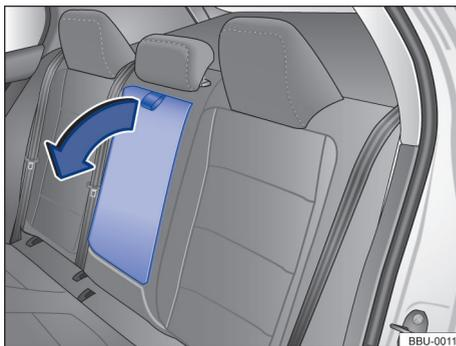

Fig. 87 Descansa-braço central traseiro rebatível.
- Para *baixar* o descanso-braço, puxe a alça no sentido da seta → Fig. 87.
- Para *levantar* o descanso-braço, pressione-o para cima no sentido contrario ao da seta → Fig. 87 e o encaixe no encosto do banco por completo.